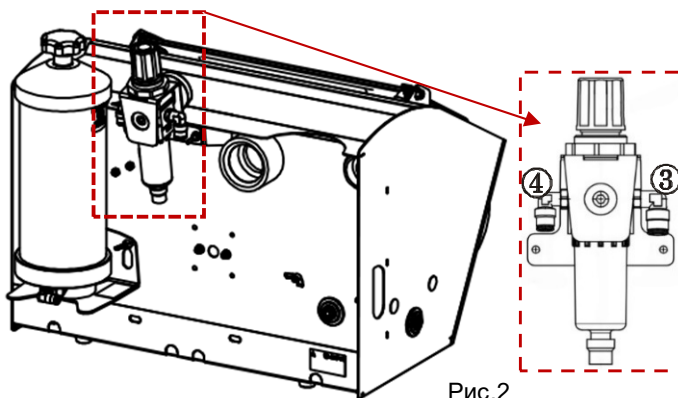

Рис.2
Установить сзади корпуса Б АСОЗ (рис.2) и закрепить винтами-барашек. Руководствуясь маркировкой на пневмошланге педали и штуцере МПВ (полоска цветного скотча), пропустить соответствующий конец пневмошланга от пневмопедали в отверстие в заднем отгибе корпуса и соединить со штуцером (4) МПВ.